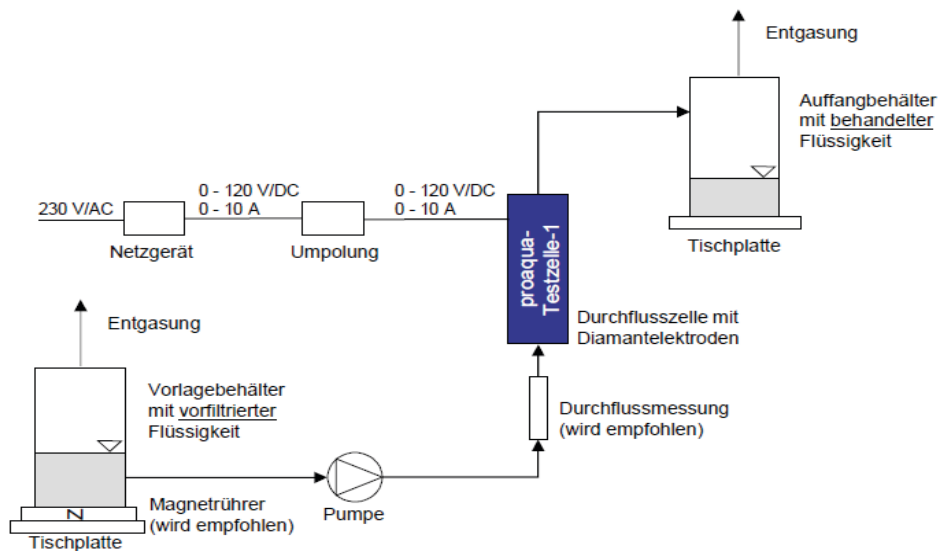
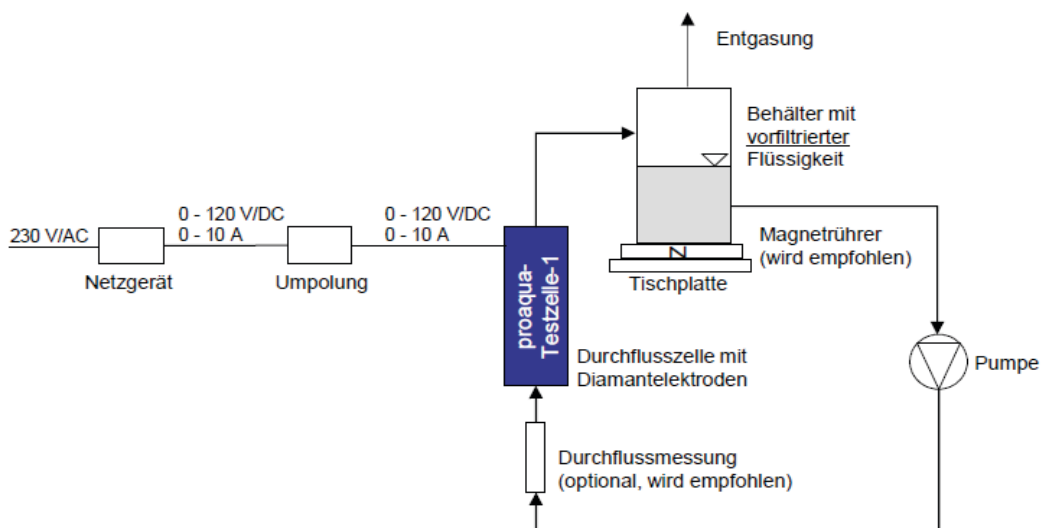

Abbildung 1: Kreislauf
Abbildung 2: Durchfluss
Nachfolgend sind zwei Möglichkeiten für den Versuchsaufbau dargestellt. Abbildung 1 zeigt den Versuch „Kreislaufführung“ und Abbildung 2 den Versuch „Durchfluss“. Beachten Sie bitte auch Anmerkung-1.
- Für die Durchführung der Versuche in Abbildung 1 und in Abbildung 2 übernimmt die pro aqua Diamantelektroden Produktion GmbH keine Verantwortung/Haftung.